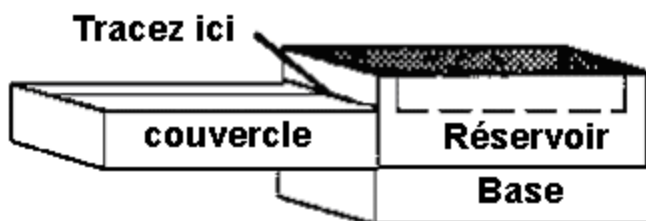

Figure 3
3. Utilisez le carton réservé au couvercle (Figure 3) pour dessiner une ligne autour du carton que vous venez de placer sur le pourtour intérieur.